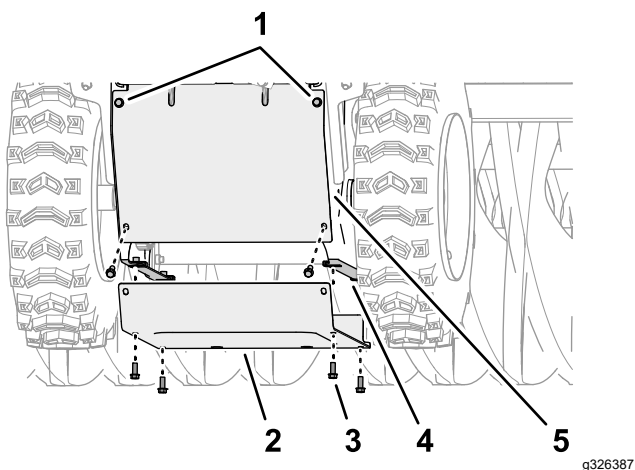

Figura 47
(1/4" x 5/8") che fissano la protezione posteriore alla macchina (Figura 47).
6. Rimuovete le 6 viti a testa cilindrica con flangia (1/4" x 5/8") che fissano il coperchio inferiore alla macchina e rimuovete il coperchio (Figura 47).